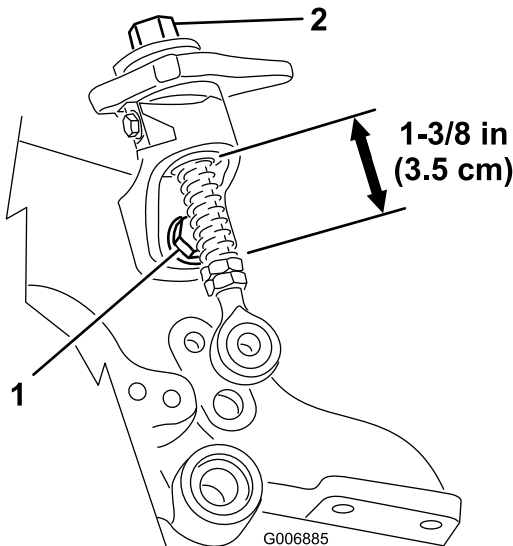

Bild 27
2. Lösen Sie die Express-Hubbefestigungsschraube und stellen Sie sicher, dass die Gewindestange ausgerichtet ist und nicht an der unteren Express-Hubrampe anschlägt (Bild 27). Ziehen Sie die Schrauben fest.
3. Prüfen Sie die Länge der Express-Hubfedern an den Gewindestangen. Die Länge sollte 3,5 cm betragen, siehe Bild 27.
4. Wenn sich das Handrad zur Höheneinstellung nicht ungehindert dreht, ist die Büchse möglicherweise schmutzig (Bild 27). Reinigen Sie ggf. die Büchse.